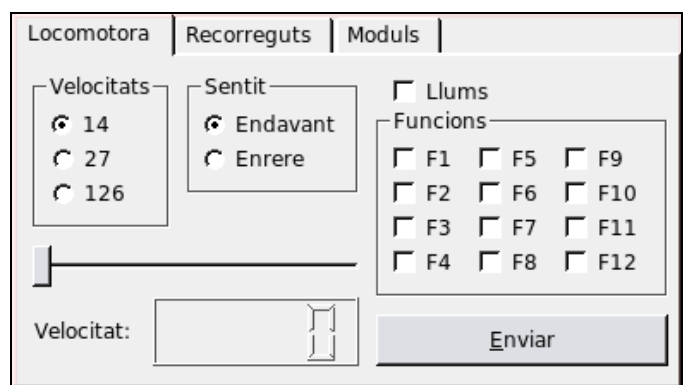

Figura 7. Pestanya de maniobres amb locomotores.
- La primera és la pestanya de maniobres amb locomotora. Aquesta permet enviar ordres simples a una locomotora com pot ser avançar a una certa velocitat o activar una sèrie de funcions pròpies d'aquesta. Com es veu a la figura 7 hi ha uns camps que es poden configurar de tal manera que la locomotora faci el desitjat.